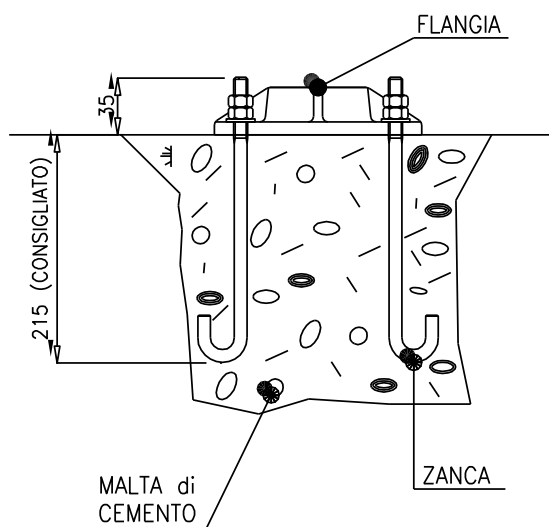

Figura 3 – Dettaglio Ancoraggio Flangia Filettata
- e) E' estremamente importante che le zanche di muratura, per vincolare al basamento le flange filettate di sostegno, siano posizionate nel basamento in una fase successiva alla realizzazione del basamento. Le zanche devono essere murate con estrema precisione come illustrato nella Figura 3. Fare attenzione a posizionare le flange filettate con le nervature parallele all'asse tabella come fra l'altro indicato sulle flange stesse.